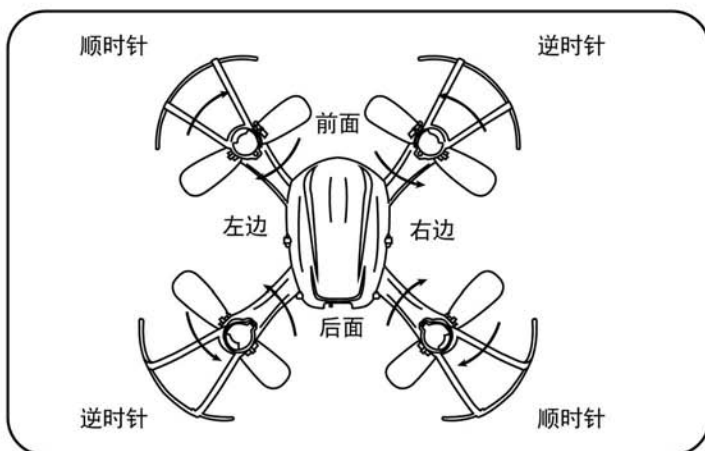

图1
6. 为了防止描述不清或者混乱，我们特意对飞行器的方位进行了定义。即飞行器尾部正对飞行员，飞行器头部朝飞行员的正前方。飞行员左手一侧为飞行器的左方，右手一侧为右方；飞行器头部为正前方，尾部为正后方；机身朝向天空的一方为上方，机身朝向地面的一方为下方。本说明书中，所有关于方位的描述，均以此定义为准(如图1)。